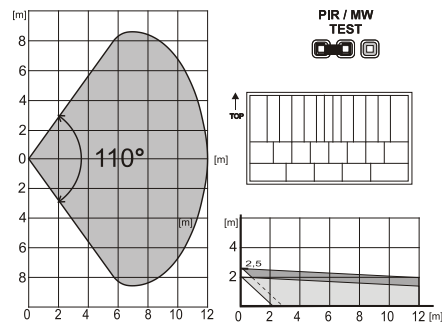

Fig 2: Las características de cobertura se pueden cambiar mediante el uso de una lente alternativa:
El detector PIR está equipado con una lente 110°/12 m. Cobertura – véase Fig 2. Compruebe la cobertura con el jumper (8) en la posición **“PIR”**. El movimiento es indicado a través del LED rojo.